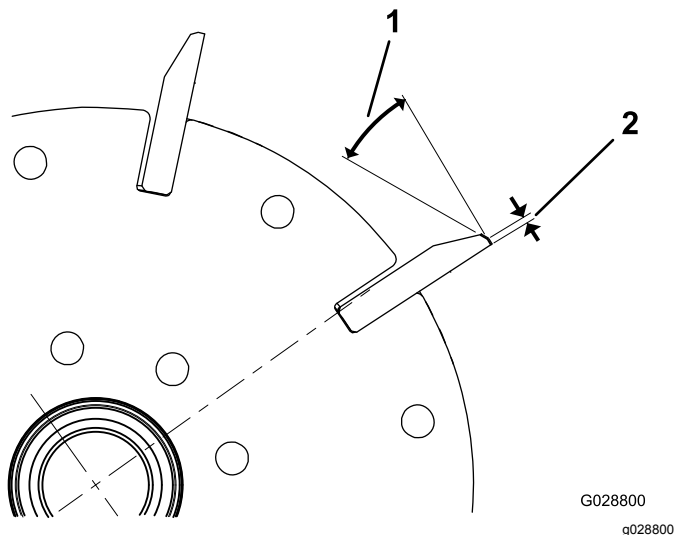

Figura 24
1. Applicate un'ulteriore rettifica di 30 gradi sulle lame del cilindro in modo da ottenere una larghezza di 1,3 mm (Figura 24).